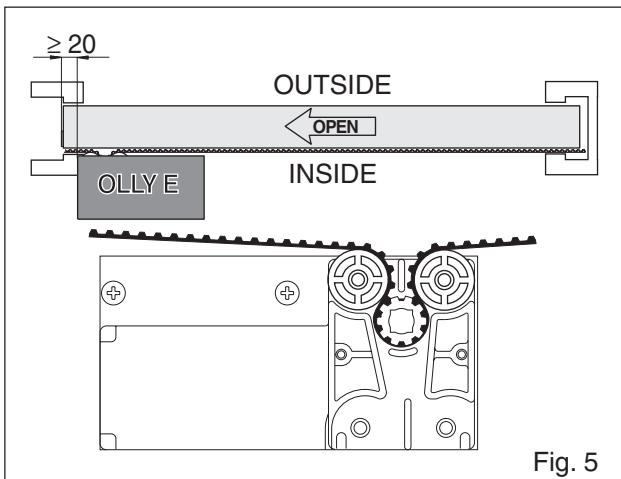
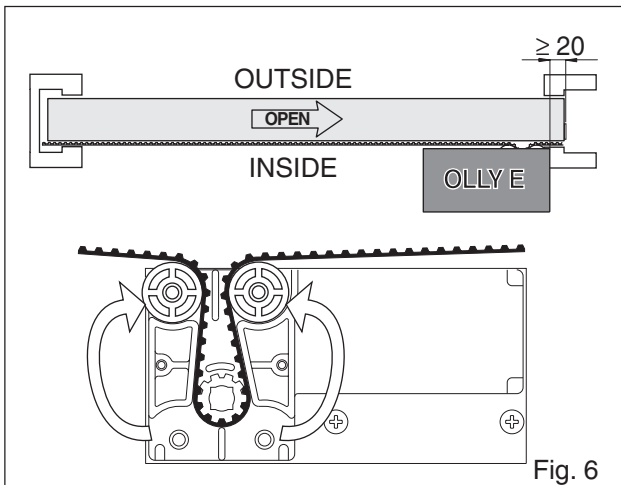

Fig. 5
Fig. 6
- 3.1 Verificar la situación de instalación: apertura a la izquierda (fig. 5), apertura a la derecha (fig. 6).